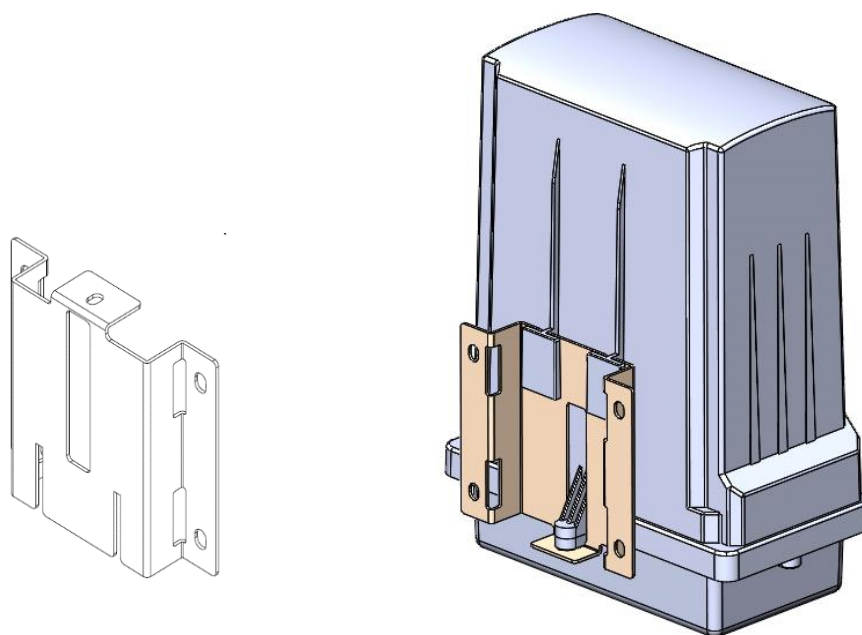

Рисунок 6.8. Металлический держатель для крепления на опоре и настенного монтажа
1. Вначале при помощи бандажной металлической ленты на опору крепится металлический держатель (Рис. 6.8).